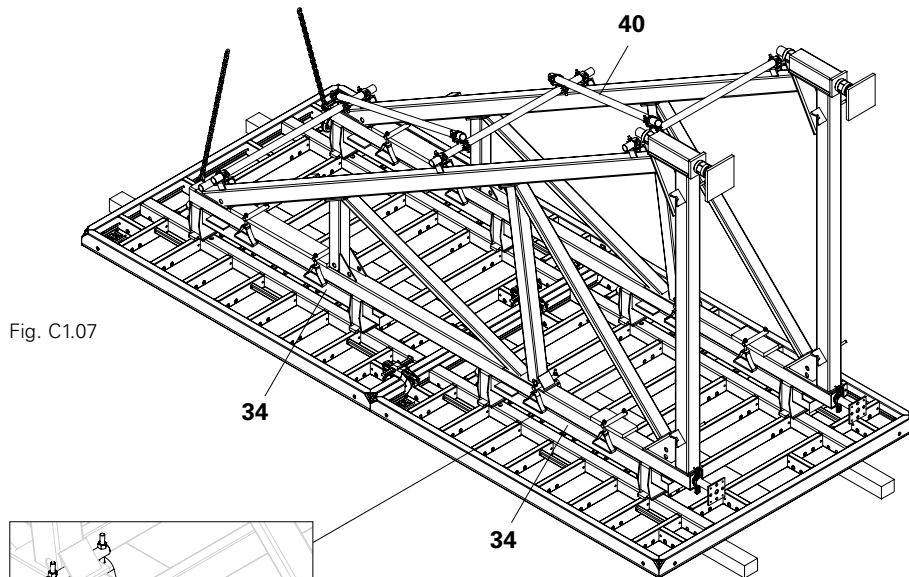

Fig. C1.07
6. Rinforzare i contrafforti con il tubo di impalcatura (40) (orizzontale o verticale). (Fig. C1.07)